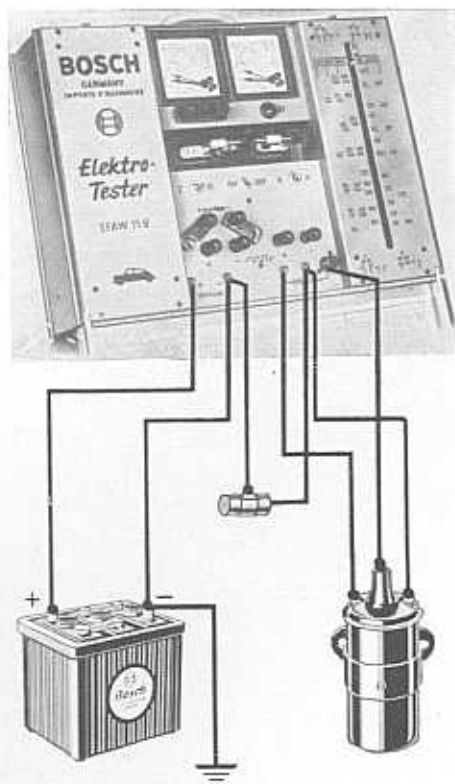

Bild 16
6. Prüfen des Kondensators (Bild 16)